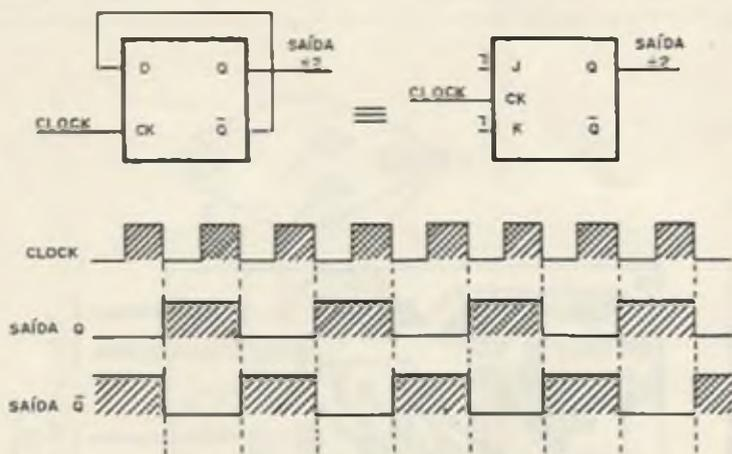

FIGURA 2
Voltando aos flip-flops, é importante explicar o seu funcionamento e dar maior atenção à configuração utilizada, que pode ser vista na figura 2. O flip-flop em questão é do tipo Data (D) e equivale, do modo como está ligado, a um flip-flop JK com as entradas J e K em nível "1": a cada pulso de clock a saída comutará, passando de "1" para "0" e vice-versa, resultando num divisor de frequência por 2 (ou contador de 0 a 1).